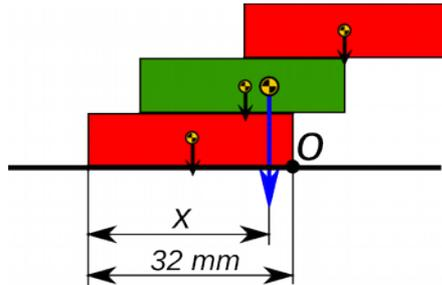

Fig. 46
2. Der Körper von Fig. 46 bestehend aus drei LEGO-Bausteinen ist im Gleichgewicht, weil sich der Schwerpunkt links von der Kippkante O befindet.